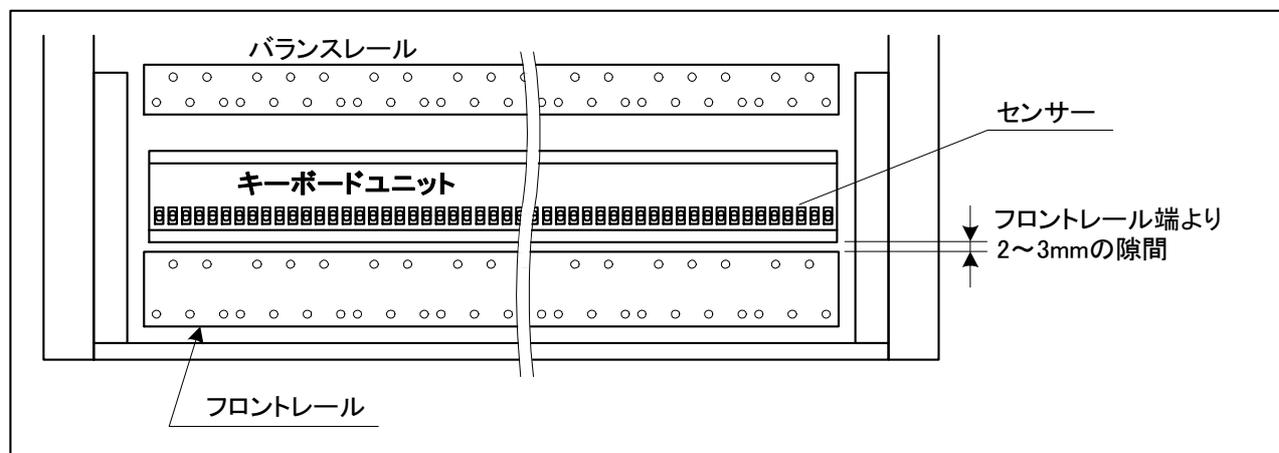

図3.4-3 キーボードユニットの取り付け
- (3) 図3.4-3の様に、センサー側を手前にして、フロントレールとバランスレールの上にキーボードユニットを載せ、フロントレールから2～3mmの隙間を設けた位置に設置する。